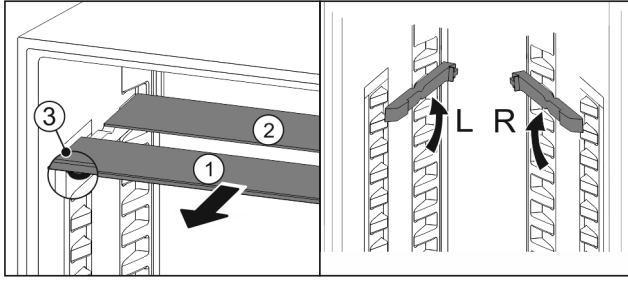

Fig. 97
- Cam plakaları münferit olarak öne doğru çekip çıkarın Fig. 97 (1).
- ▷ Süs çitallı cam plaka Fig. 97 (1) önde yer alıyor.
- ▷ Durdurucular Fig. 97 (3) aşağı bakıyor.